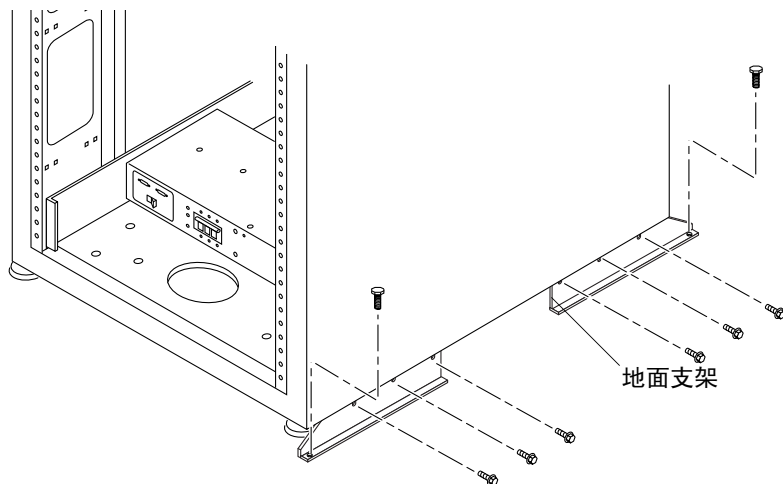

图 2-6 固定地面支架
2. 使用 7/16 英寸的扳手，将右侧的地面支架固定到扩充机柜的前面和后面（图 2-6）。